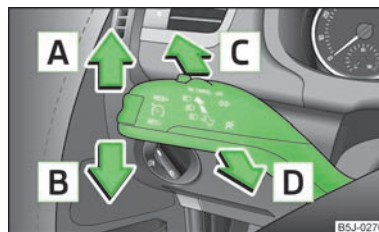

Fig. 24
- Presionar la palanca de intermitentes » fig. 24 hacia arriba o hacia abajo; se conectará la luz de posición en el lado derecho o izquierdo del vehículo.
- Presionar la palanca hacia arriba **A** o hacia abajo **B** » fig. 24.